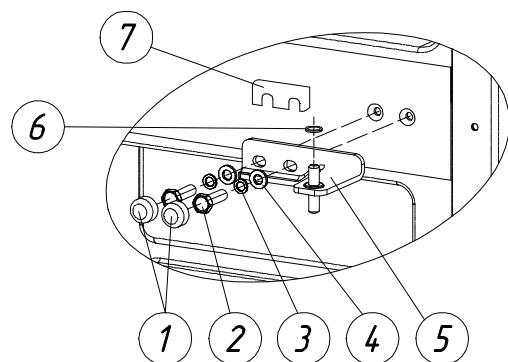

Рис. 4. Расположение среднего узла крепления двери
8. Разобрать средний узел крепления двери (рис. 4).
- 8.1. Снять колпачки (поз. 1, рис. 4).
- 8.2. Аккуратно, придерживая дверь морозильной камеры, выкрутить болты (поз. 2, рис. 4), при этом не потерять шайбы (поз. 3, рис. 4) и (поз. 4, рис. 4).
- 8.3. Продолжая придерживать дверь, снять кронштейн средней планки (поз. 5, рис. 4), при этом не потерять шайбу (поз. 6, рис. 4), и прокладку (поз. 7, рис. 4).
17.2. Придерживая дверь морозильной камеры, затянуть болты (поз. 2, рис. 4) среднего узла крепления двери (рис. 4).
17.3. Надеть колпачки (поз. 2, рис. 4).
17.4. Установить дверь холодильной камеры на ось кронштейна средней планки (поз. 5, рис. 4).